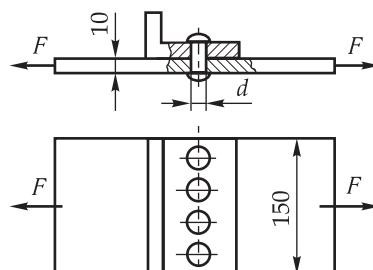

Рис. 2.10
**2.21.** Штабка з прикріпленим до неї за допомогою заклепок кутиком розтягується силою  $F = 200$  кН (рис. 2.10). Діаметр отворів під заклепки  $d = 11$  мм. Визначити середнє напруження в небезпечному перерізі штабки.